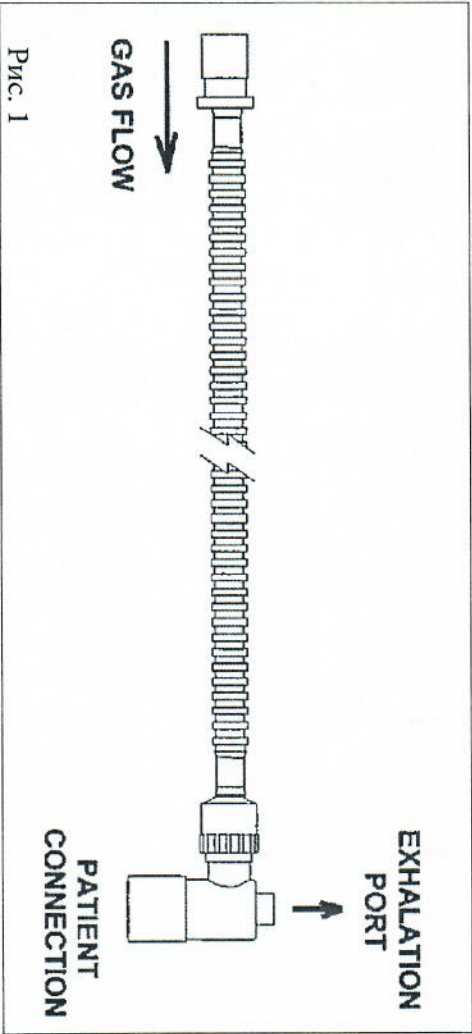

Рис. 1
- Перед использованием закройте отверстие для присоединения пациента (А) и отверстие для выдоха (В) и установите пиковое давление на входе (ПДВ). См. рисунок 1.
- Перед использованием закройте отверстие для присоединения пациента (А), не закрывая отверстие для выдоха (В), и установите положительное давление конца выдоха (ПДКВ), контролируя и корректируя показания реанимационной системы или устройства подачи газов. См. рисунок 1.